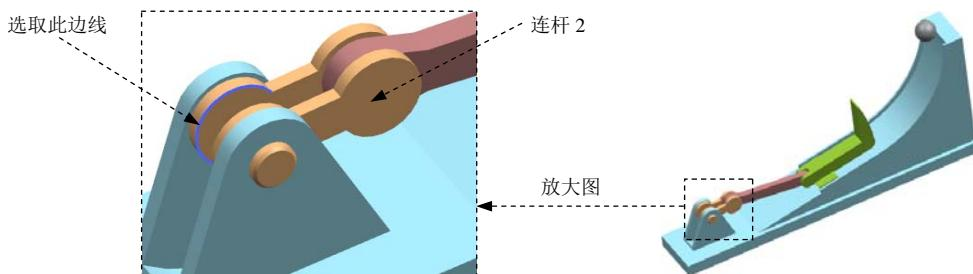

图6.8.2 定义连杆2中的旋转副
(1) 选择下拉菜单**插入(S)** → **运动副(I)...**命令，系统弹出“运动副”对话框；在“运动副”对话框**定义**选项卡的**类型**下拉列表中选择**旋转副**选项；选取图6.8.2所示的连杆2为参考连杆；在“运动副”对话框**操作**区域的**指定原点**下拉列表中选取“圆弧中心”**○**选项，在模型中选取图6.8.2所示的圆弧边线为原点参考；在**操作**区域的**方位类型**下拉列表中选择**矢量**选项，在**矢量**下拉列表中选择**-XC**选项。
(2) 单击“运动副”对话框中的**驱动**选项卡；在**驱动**区域的**旋转**下拉列表中选择**恒定**选项；在**初速度**文本框中输入值300。
(3) 单击**确定**按钮，完成旋转副的创建。